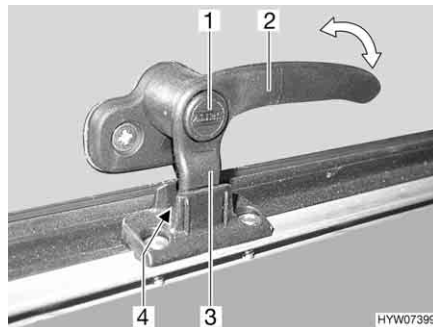
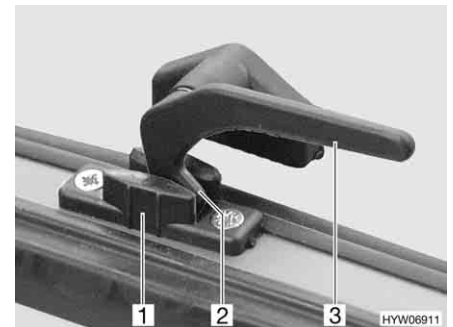

Bild 65 Låsarm med låsknapp i läget "kontinuerlig vädning"
Bild 66 Låsarm i läget "kontinuerlig vädning"
- I läget "kontinuerlig vädning" (Bild 65 och Bild 66)
- Tryck på låsknappen (Bild 65,1) om sådan finns och håll den nedtryckt.
- Sväng låsarmen (Bild 65,2 eller Bild 66,3) ett kvarts varv mot fönstrets mitt.
- Vrid tillbaka låsarmen. Därvid måste låsarmens låsspak (Bild 65,3 eller Bild 66,2) föras in i spåret på fönsterlåsen (Bild 65,4 eller Bild 66,1).
- Släpp låsknappen (Bild 65,1) om sådan finns.